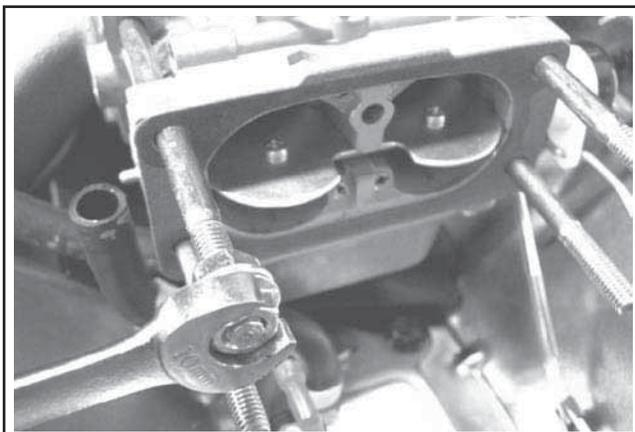

Figure 11-78. Installation des goujons et du carburateur (carburateur bicylindre).
3. Monter le joint du carburateur et le carburateur au collecteur d'admission et commencer à visser les goujons retirés. Utiliser la bride bloquée des deux écrous hexagonaux à la bride et serrer chaque goujon jusqu'à ce qu'ils soient serrés ou touchent le fond. Voir la Figure 11-78.